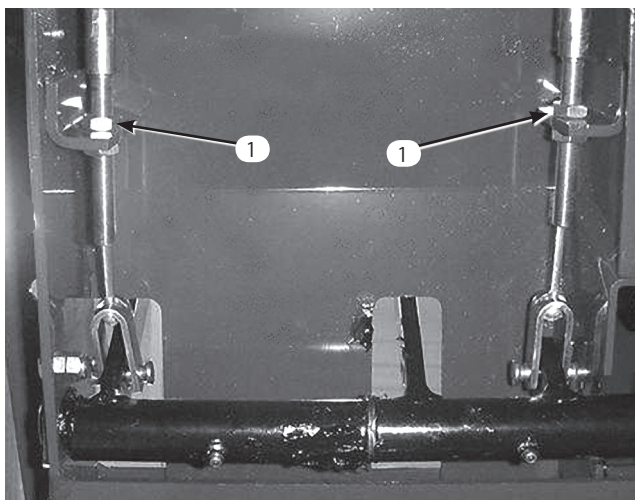

図60
2. 行きしるを小さくするには、まず、ブレーキ・ケーブルのネジ切りされた端についている前ナットをゆるめる(図60)。後ろナットを締めてケーブルを後ろへ引き、行きしるが 13 mm～25mm になるように調整する。調整ができれば前ナットを締める。